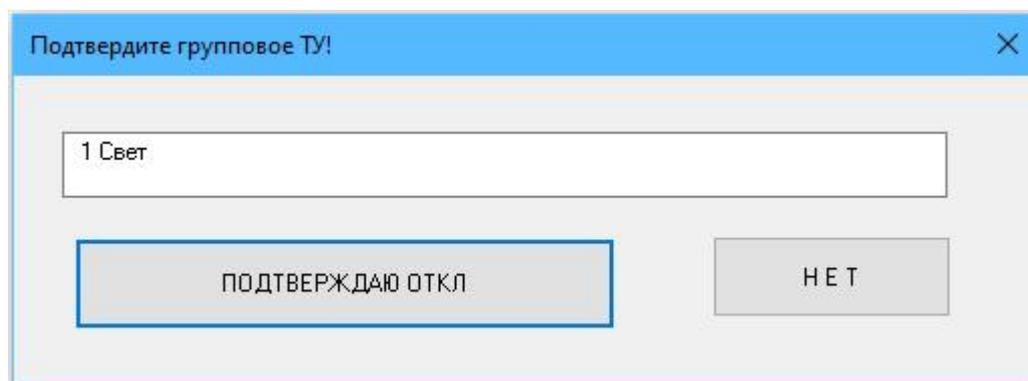

Рисунок 126 – Окно «Подтвердите групповое ТУ!»
– подтвердить выполнение команды ГрТУ. Для этого нажать кнопку подтверждения действий (в данном случае «Подтверждаю ОТКЛ») в окне «Подтвердите групповое ТУ!» (рисунок 126). Для отмены выполнения команды нажать кнопку «НЕТ»;